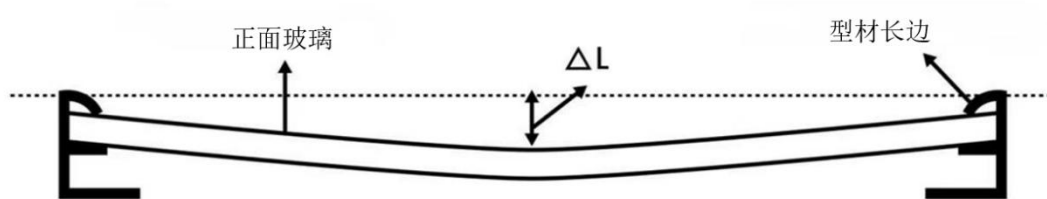

图6 组件挠度示意图(ΔL : 组件挠度)
- 由于重力作用，光伏组件的会出现不同程度的下沉，下沉量 ΔL ：组件挠度，位于组件中心，如图6所示。请注意，在存储、运输和安装组件时，在组件表面施加外部重压可能会导致玻璃表面下沉更多。压块只在短边的安装方式，由于组件的跨度更大，更容易造成铝材轻微弯曲，中间下垂的现象，对此现象有介意的客户，尤利卡不建议采用此种安装方式。在组件长边中间部位增加一个导轨来支撑，可以有效避免这种现象。